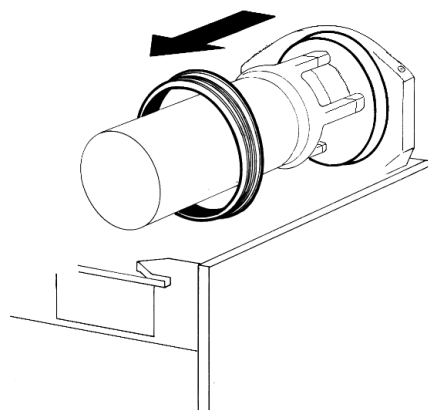

**figura 10**
**3** Sfilare dall'evaporatore la spirale esterna (vedere figura 10) e successivamente l'elica interna (vedere figura 11).